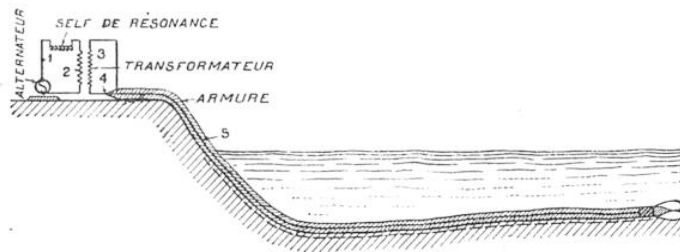

FIG. 1. — FIGURE SCHÉMATIQUE DU CABLE-GUIDE SOUS-MARIN AVEC POSTE D'ÉMISSION
postes que l'on relie à un câble isolé sous-marin. On peut utiliser, pour produire le courant, soit un alternateur (voir fig. 1) soit des lampes génératrices à trois électrodes, comme celles employées pour l'émission dans les stations de T. S. F. Le courant est envoyé dans un circuit (1) comprenant le primaire d'un transformateur (2). Le secondaire du transformateur (3) est réuni à l'âme conductrice du câble (4). Ce câble est fortement isolé et protégé mécaniquement par deux gaines de fils de fer épais (5).